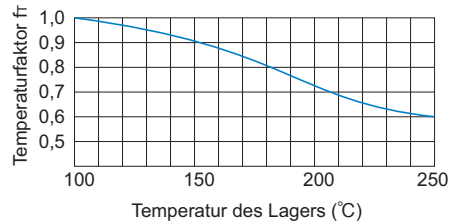

Abb. 1 Temperaturfaktor (fT)
- fT** : Temperaturfaktor (siehe Abb. 1)